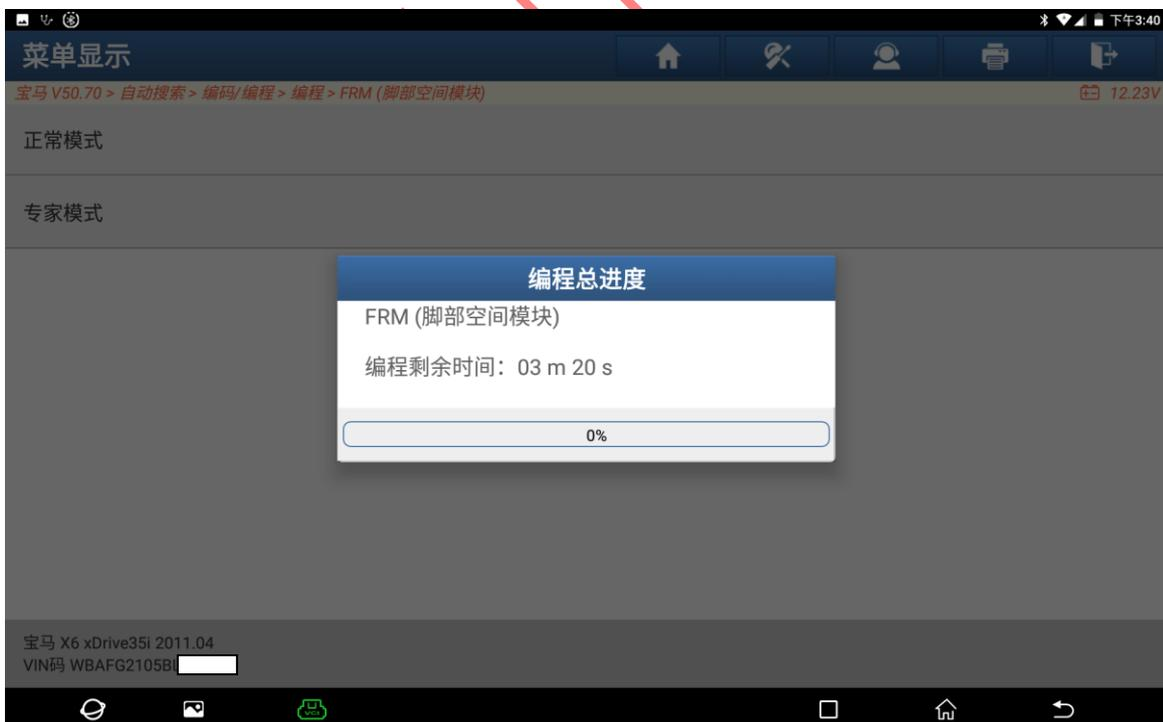

图 16
16. 文件刷写中，不要触碰车上按钮等待 3 分钟如图 16: